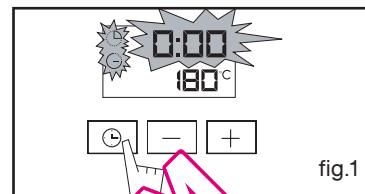

fig.1
- Elija el modo de cocción deseado y ajuste la temperatura (fig.1).
La visualización parpadea para indicar que es posible realizar el ajuste (fig.1).
- Pulse el mando "⌚" (fig.1) hasta que parpadee el símbolo correspondiente a la minutería.
- Verifique que el programador indica la hora del día y que ésta no parpadea (fig.1).